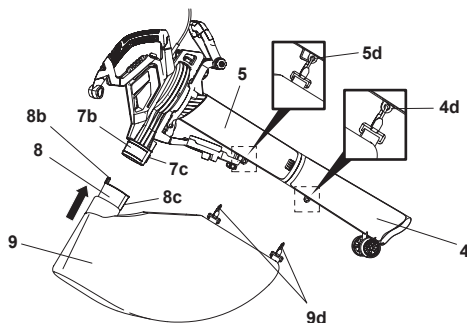

Fig. 6
- Allineare e inserire la linguetta (8b) del connettore del sacco nella porta del sacco raccoglitore (7b) e inserirla fino in fondo. Assicurati che il pulsante di blocco (7c) si incastri nel foro di posizionamento (8c) (Fig. 6).